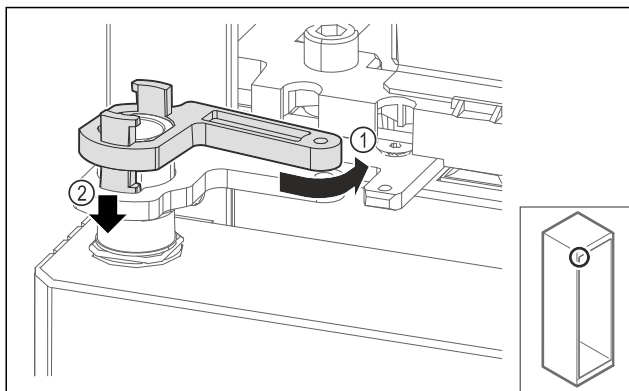

Fig. 67
- ▶ Ruotare indietro leggermente il fissaggio del blocco di supporto Fig. 67 (1), premere verso il basso Fig. 67 (2) e bloccarlo nell'angolo della cerniera.